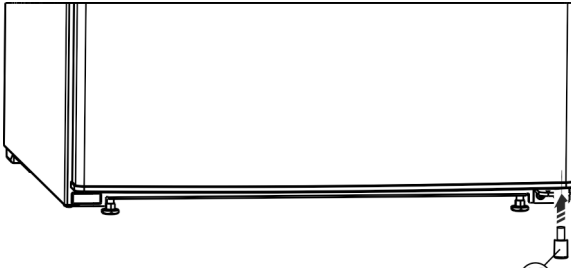

Fig. 8
- A távtartót Fig. 8 (13) helyezze vissza az ajtó jobb oldalának aljára, mivel ez fontos a készülék stabilitásához.